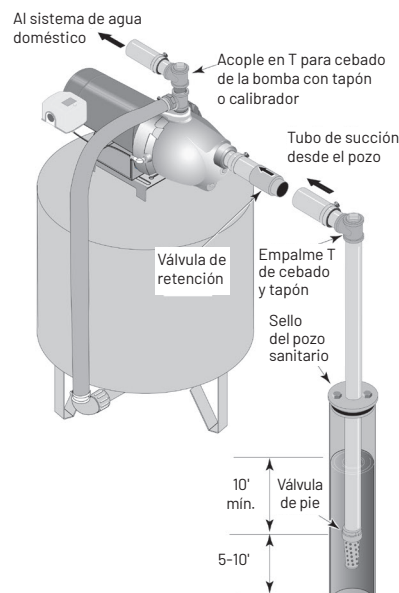

Figura 2: Instalación de encamisado de pozo
2. Ensamble la válvula de pie, la trampa de pelos y la tubería del pozo (Figura 2). Verifique que la válvula de pie funcione libremente.
4. Instale el acople en T de cebado, el tapón de cebado y la tubería de succión a la bomba (Figura 2). Conecte la tubería del pozo al puerto de succión de bomba, utilizando la menor cantidad posible de conexiones, especialmente codos, ya que las conexiones aumentan la fricción en la tubería. Incluya una válvula de pie (Figura 2). La tubería de succión debe ser al menos tan grande como el puerto de succión de la bomba. Use cinta de PTFE para sellar roscas de tuberías en las juntas roscadas de la tubería.